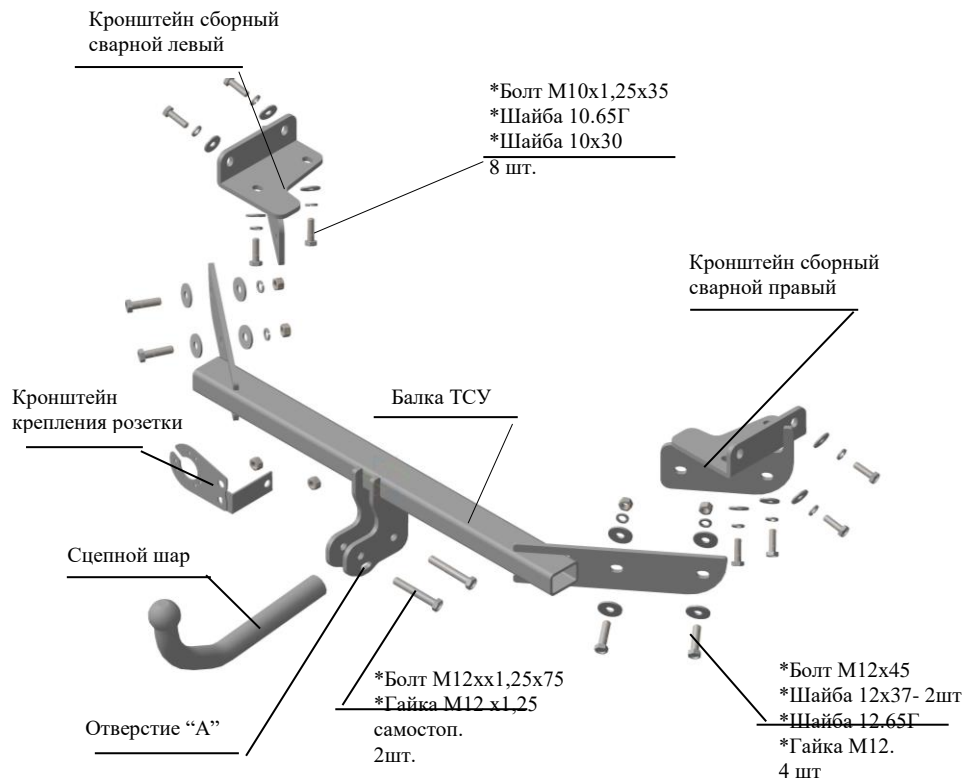

Рис.1 Тягово-сцепное устройство ТСУ 7313.
2.1 ТСУ 7313 в сборе (рис.1)	1 шт.
2.2. Пакет комплектующих (рис.1)
4.3 Закрепить сборный сварной правый кронштейн ТСУ аналогично левому, соответственно рис.1. Крепеж не затягивать
(соответственно рис.1), подложив под головки болтов шайбы 12х37, а под гайки - шайбы 12.65Г и шайбы 12х37. Крепеж не затягивать.